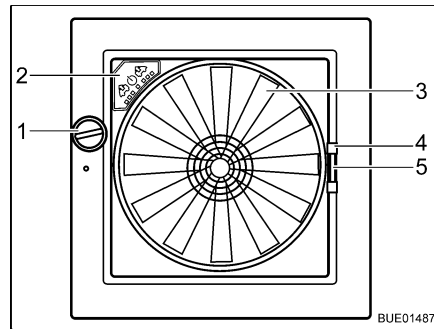

Fig. 91 Oblò Omni-Vent
- Apertura:** ■ Ruotare la manopola (Fig. 91,1), finché non si raggiunge l'angolo di apertura desiderato.
- Chiusura:** ■ Ruotare la manopola (Fig. 91,1), finché l'oblò non è completamente chiuso.
- Chiusura:** ■ Tirare la protezione contro gli insetti per la maniglia (Fig. 91,4) verso il lato opposto del telaio.
- Chiusura:** ■ Serrare la maniglia (Fig. 91,5) dell'oscurante.
Se l'oblò è aperto, l'abitacolo può essere ventilato e sfiatato con il ventilatore a 6 stadi (Fig. 91,3). Il ventilatore si controlla dal quadro di comando (Fig. 91,2).